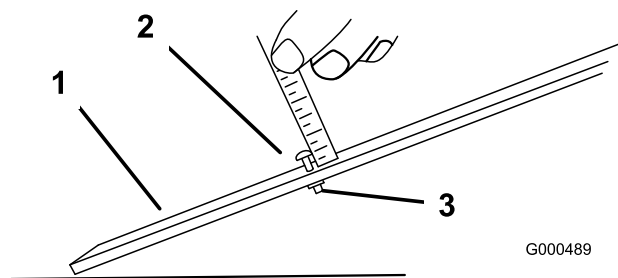

図 15
2. ゲージバーのナットをゆるめ、調整ネジを希望の刈り高に合わせる 図 15ボルトの頭の下からバーの表面までの距離が刈り高となる。